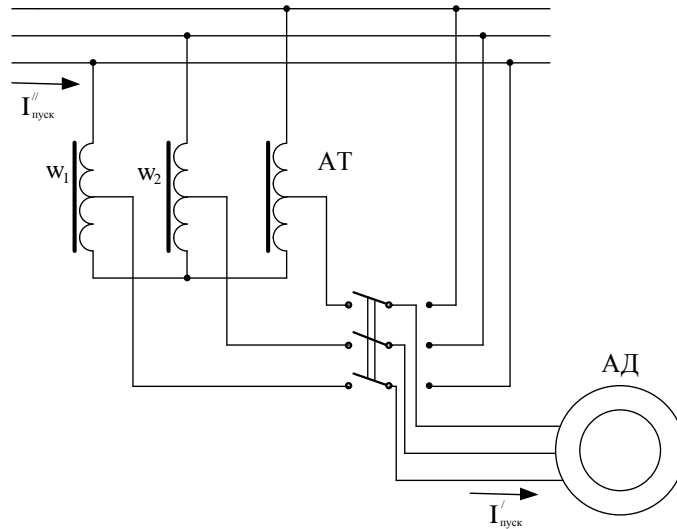

Рисунок 1.3
1.7 Для обмеження пускового струму трифазний асинхронний короткозамкнений двигун вмикають у мережу за допомогою автотрансформатора (рис. 1.3). Знайти струм в обмотці вищої напруги автотрансформатора при пуску асинхронного двигуна, якщо без автотрансформатора  $I_n = 960\text{ А}$  і коефіцієнт трансформації автотрансформатора